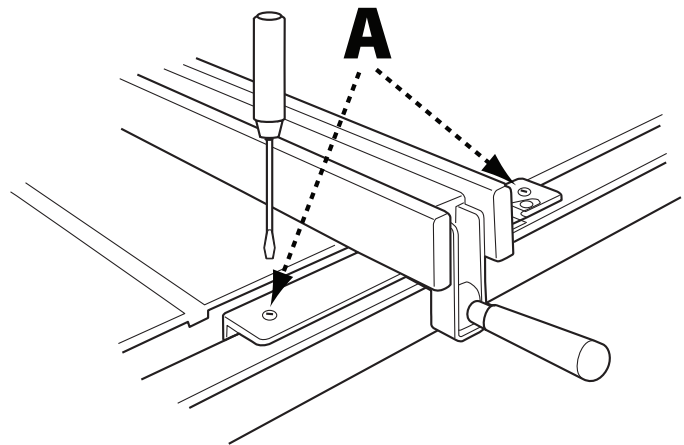

FIGURA 37
3. Si la parte frontal de la guía no está perpendicular a la mesa, suelte la palanca de sujeción y ajuste ligeramente uno de los tornillos de fijación ranurados (A), Figura 37, hasta que la parte frontal de la guía esté perpendicular con la mesa.